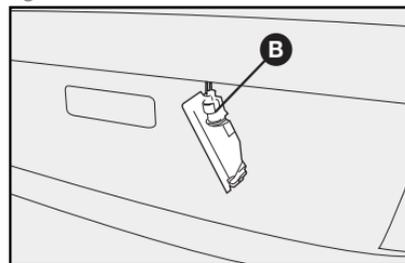

fig. 50
2) retirar la lámpara del zócalo empujándola y girándola hacia la izquierda **B-fig. 50**.